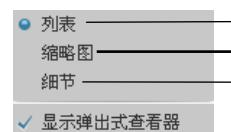

图 5.3.3 “视图”菜单
- 单击 按钮，出现图 5.3.3 所示的选项菜单，文件可按简单列表或详细列表显示。